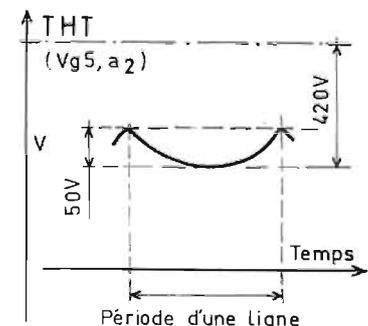

Fig. 10
de convergence est donc de forme parabolique simple; nous l'indiquons sur la figure 10 (les tensions sont données par rapport à la THT).
- Tension de correction par rapport à la THT (voir Fig. 10).